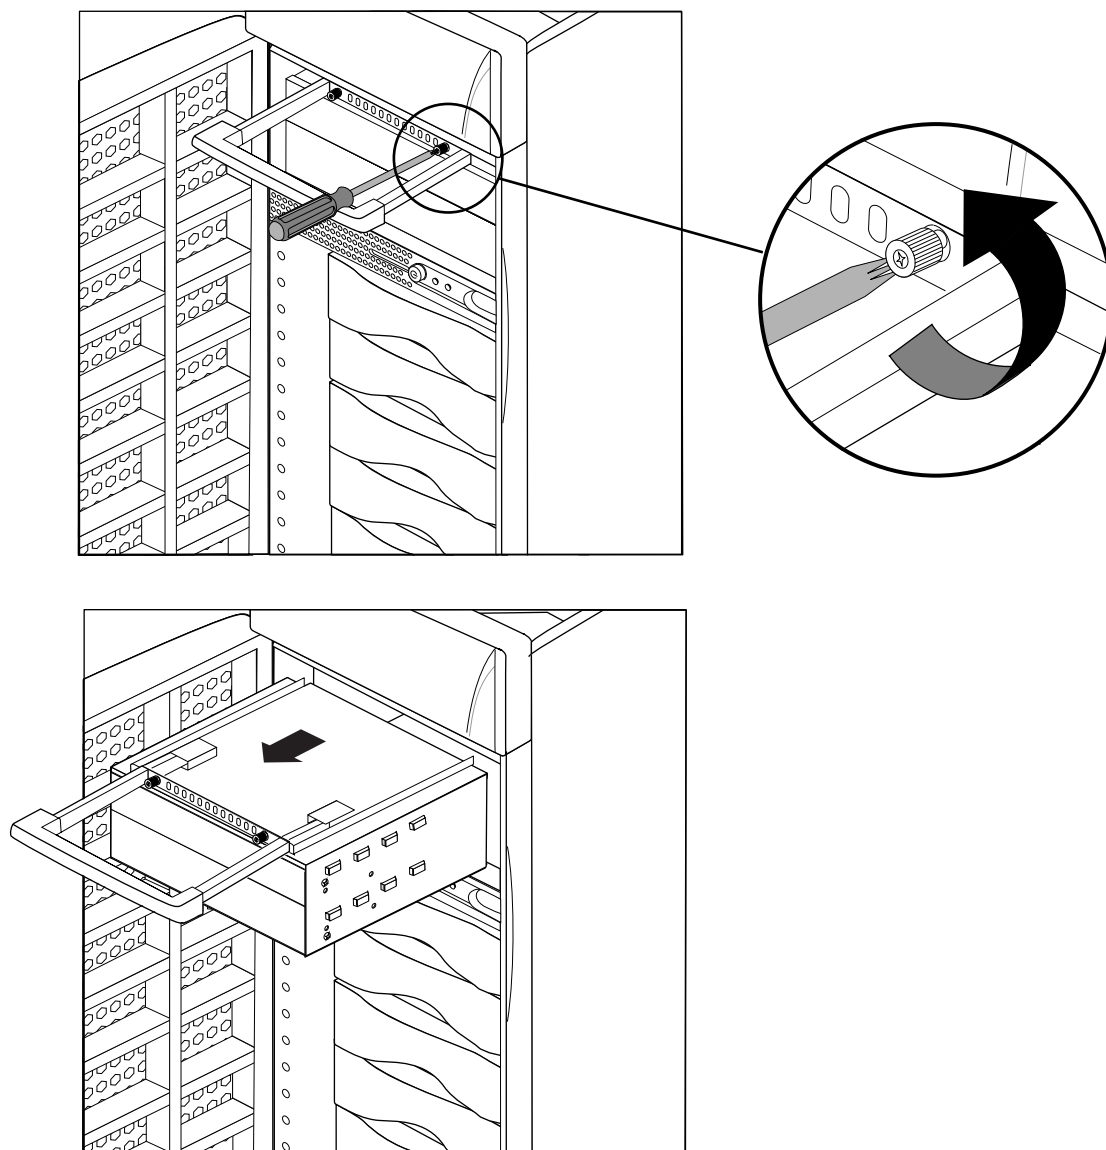

Figure 7-3 Retrait du tiroir de périphérique 5,25 pouces
1. Retirez le tiroir de périphérique, comme indiqué à la Figure 7-3.